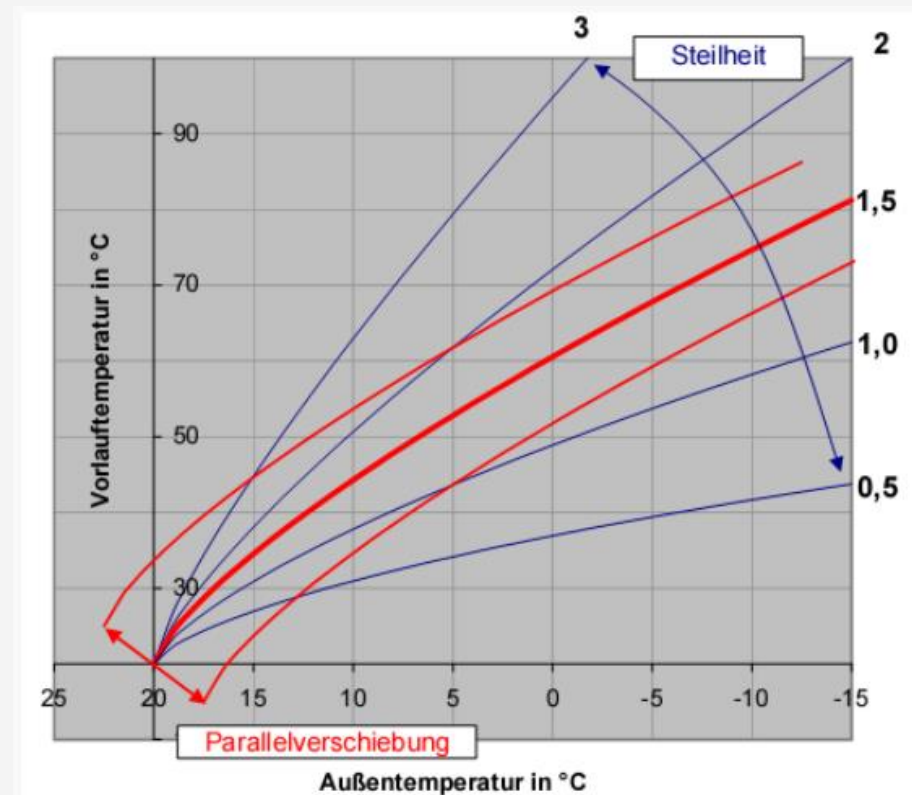

Abb. 5
- Abb. 5: Quelle: Wikipedia.de